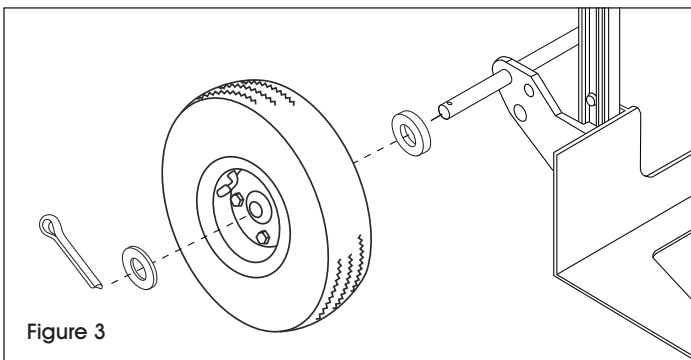

Figure 3
1. Enfilez deux rondelles épaisses à chaque extrémité de l'essieu. Enfilez une (1) roue sur chaque extrémité de l'essieu. Enfilez une rondelle fine à chaque extrémité de l'essieu. (Voir Figure 3)
2. Insérez une goupille fendue dans le trou à chaque extrémité de l'essieu. Repliez les goupilles à l'aide d'une pince afin de fixer les roues en place. Les roues doivent tourner librement. (Voir Figure 3)